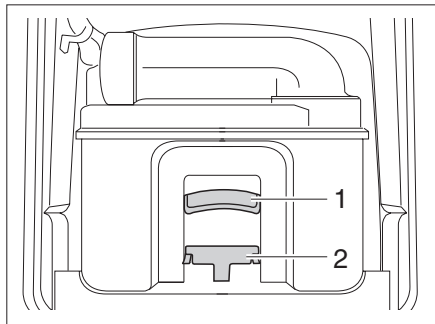

Bild 106 Thetford-kassett
- ▶ Dra hållbygeln (Bild 106,2) framåt för att låsa upp toalett-kassetten och dra ut kassetten i handtaget (Bild 106,1).